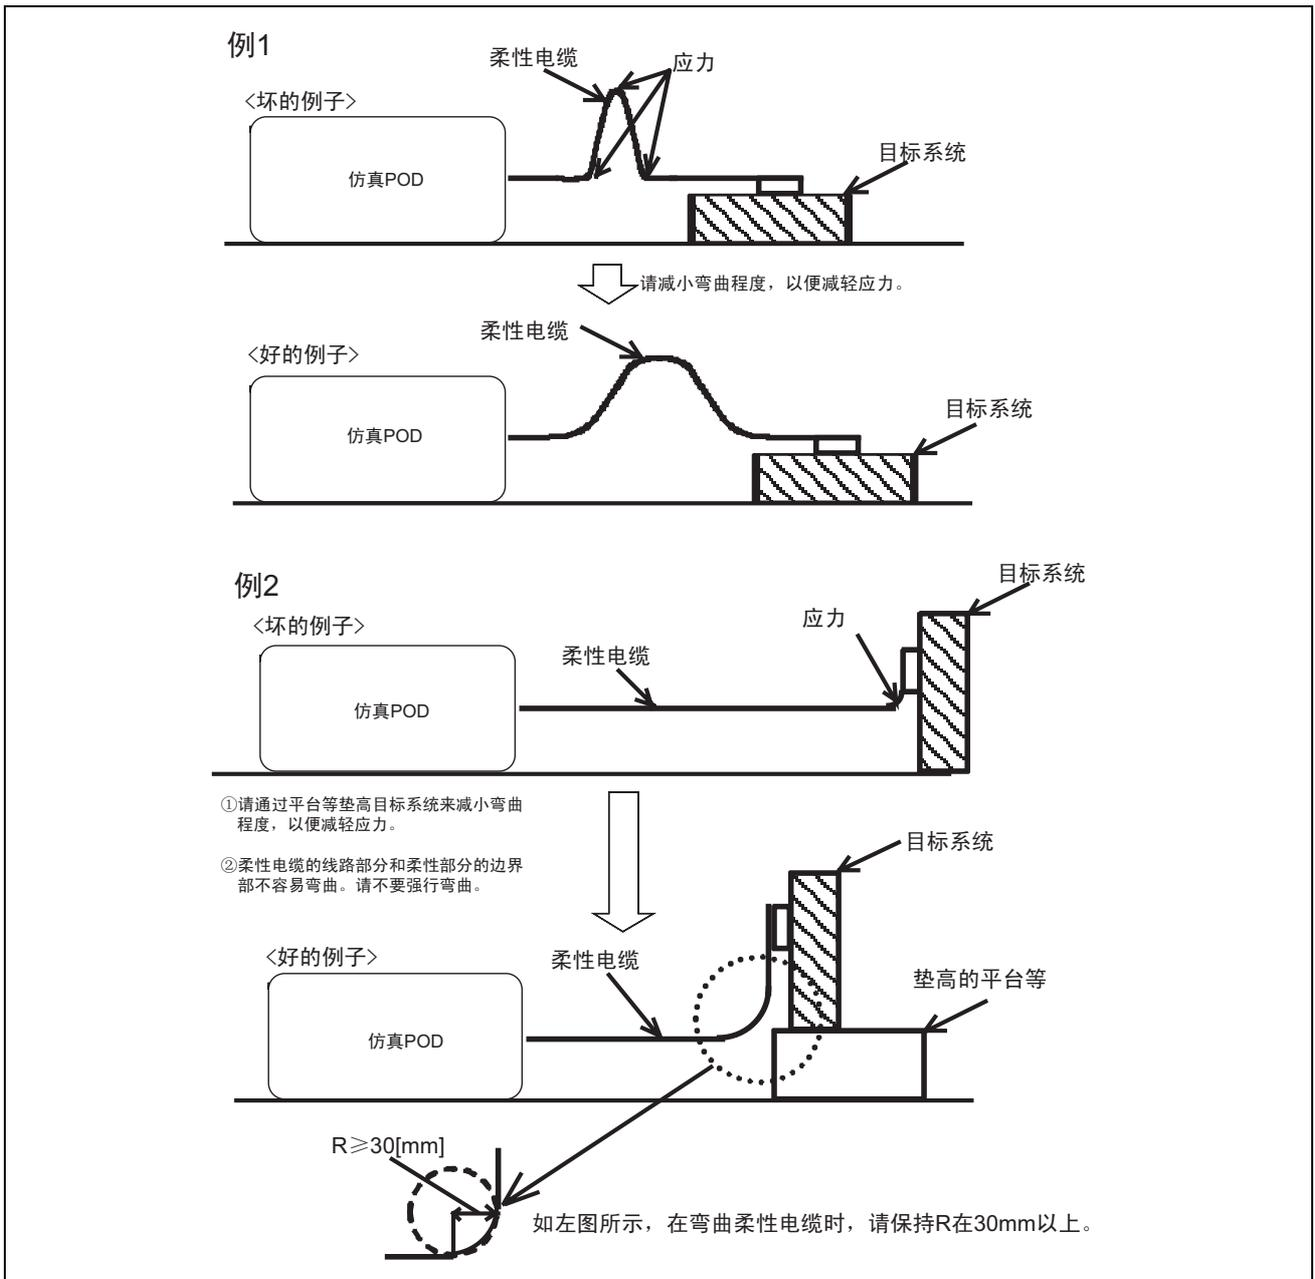

图1.1 连接电缆PCA7733 REV.B的处理
- 连接仿真器的连接电缆或者连接目标系统的连接电缆 PCA7733 REV.B 为柔软可弯曲构造，但是请不要过度弯曲，否则电缆有断线的危险。连接电缆过度弯曲的例子和处理如图 1.1 所示。